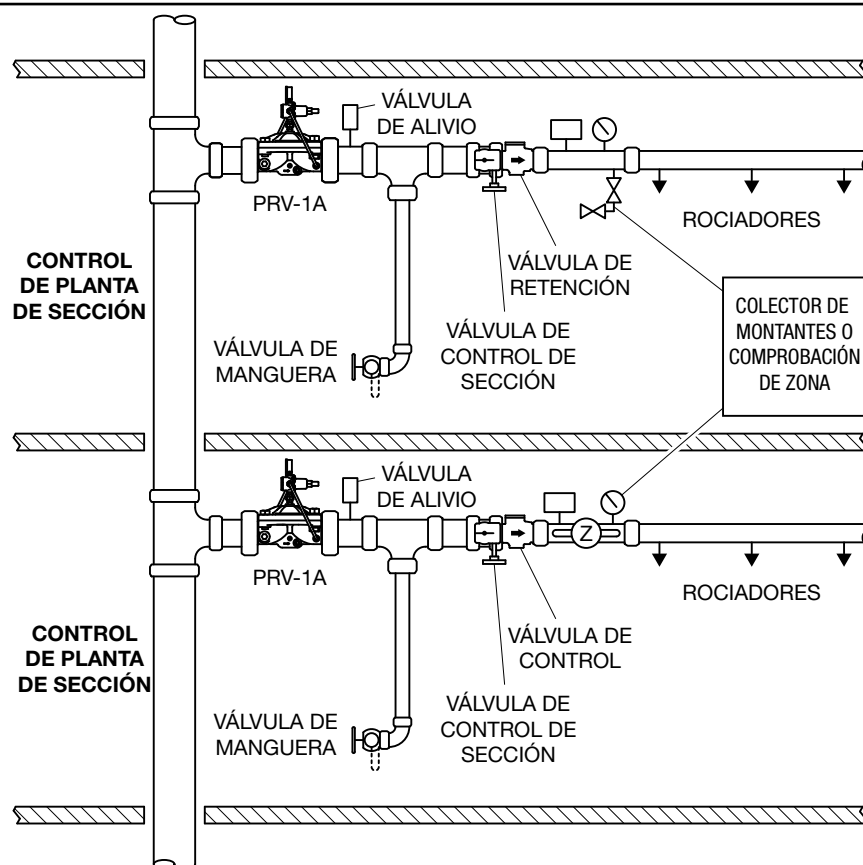

FIGURA 2
- Como parte de un conjunto de control de planta seccional, como se muestra en la Figura 2, suministrando a sistemas de rociadores, y/o estaciones de mangueras